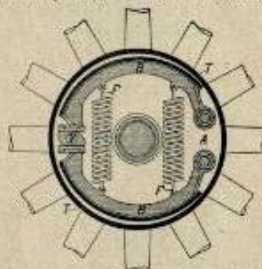

Bild 61. Innenbandenbremse in Ruhestellung.
Die Innenbandenbremsen (s. Bild 61) bestehen aus Bremsstrommel (T), Bremsbänder (B) und Bremsstangen (V). Beim Betätigen der Bremse werden die Bremsstangen gedreht, so daß die Bremsbänder (B) fest an die